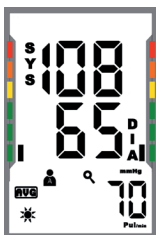

Abb. 8b
- Durch erneutes Drücken der Taste „On/Off START“ können Sie sich die Durchschnittswerte bei Morgen-Messungen anzeigen lassen. Im Display wird dies durch eine kleine Sonne angezeigt. (s. Abb. 8b).